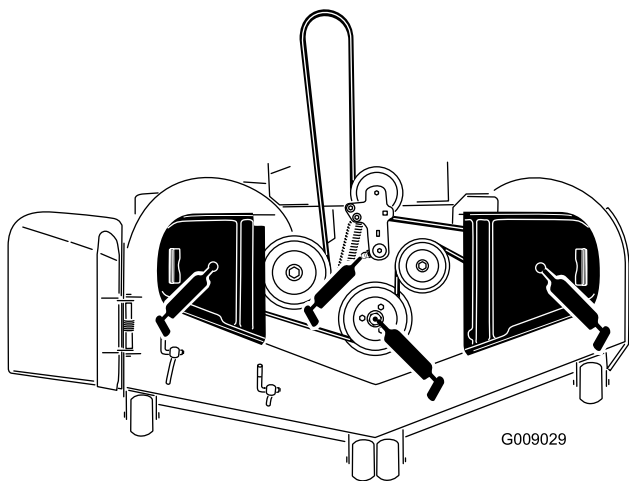

Figure 41
3. Graissez le pivot de la poulie de tension du tablier de coupe jusqu'à ce que la graisse ressorte par le bas (Figure 41).
4. Lubrifiez les roulements des 3 axes jusqu'à ce que la graisse ressorte (Figure 41).
5. Graissez le bras de la poulie de tension de la courroie d'entraînement (Figure 41).